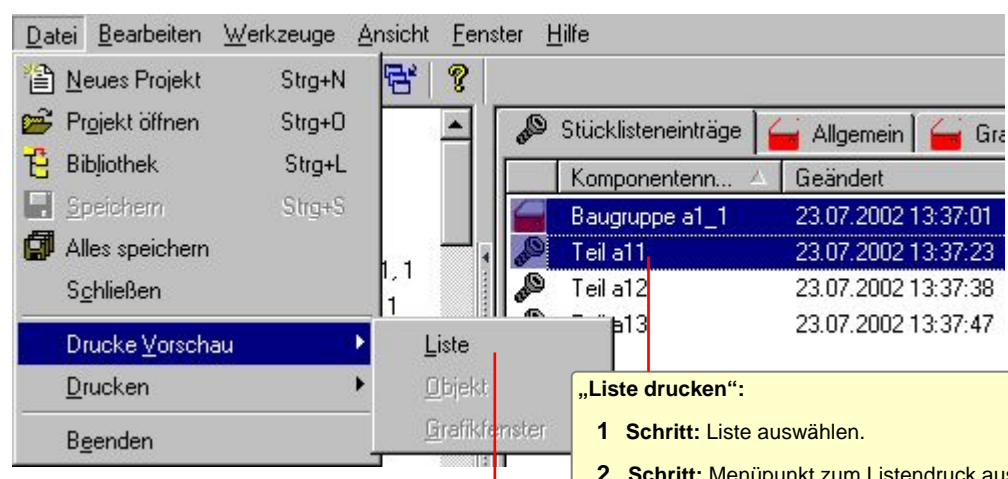

Abbildung 5: Vorschau einer Liste drucken
- ➊ Im linken Fenster (Objektliste) oder im Sucher einen Listeneintrag mit der linken Maustaste auswählen. Siehe Abbildung 5.